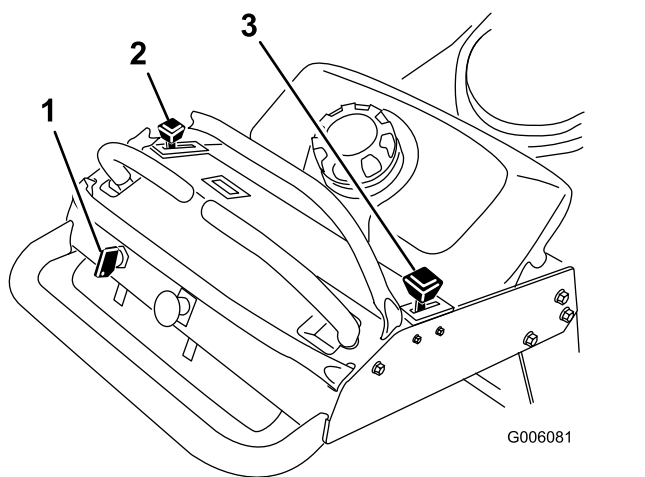

Рисунок 7
4. Перед запуском холодного двигателя переведите рычаг дроссельной заслонки в положение «Быстро» и переведите рычаг воздушной заслонки в положение «Вкл.» (Рисунок 7).
2. Переведите рычаг дроссельной заслонки в положение «Медленно» (Рисунок 7).